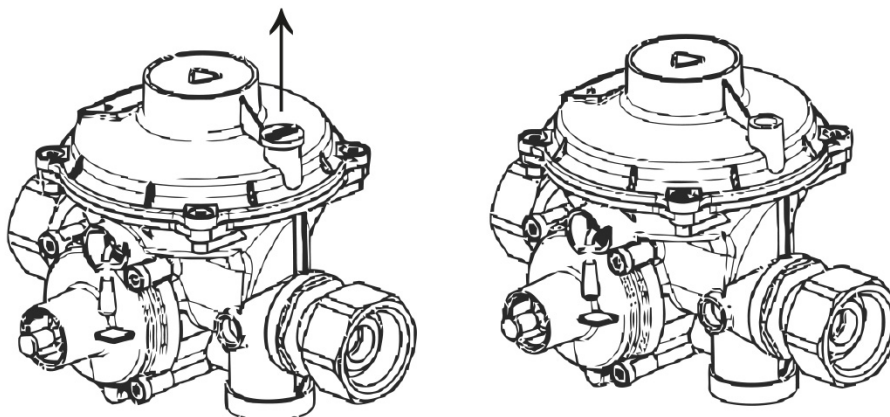

Рис.2
2.3.3 Снимите пластмассовую крышку с трубки сбросного клапана (см. рисунок 2).